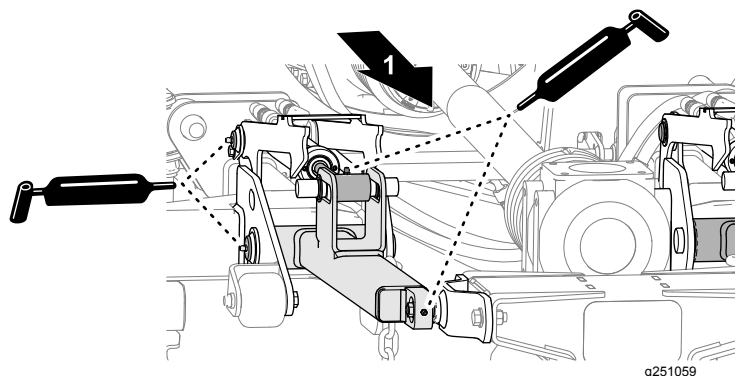

Figura 47
- Aplique lubrificante nos braços de elevação, nos cilindros hidráulicos e nos amortecedores de impacto na plataforma central do cortador (Figura 47).
Aplique o lubrificante especificado nos bocais de lubrificação nos 3 eixos em cada plataforma do cortador (Figura 47).